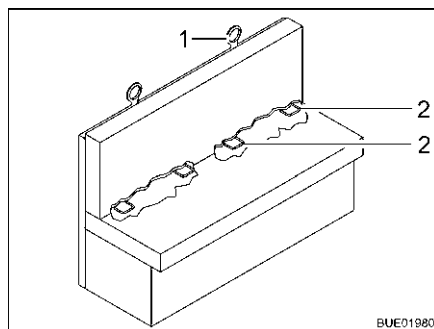

Bild 26 Isofix-barnsäkring
Om fordonet är utrustat med Isofix-barnsäkring, är sätet som är lämpade för den märkta med en Isofix-symbol. Dessa sätet har ett handtag (Bild 26,2) och en annan förankringspunkt uppe på ryggstödet (Top Tether) (Bild 26,1).
- Om det är möjligt skall barnstolen också fästas vid Top Tether (Bild 26,1).